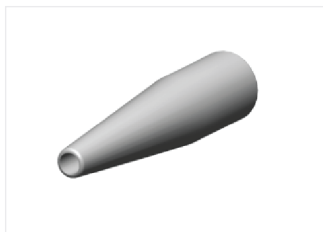

FIG. 6
1. Il pezzo conico fornito può essere utile per collegare il tubo di raffreddamento al tubo dell'unità (Fig. 6 e Figura 7).